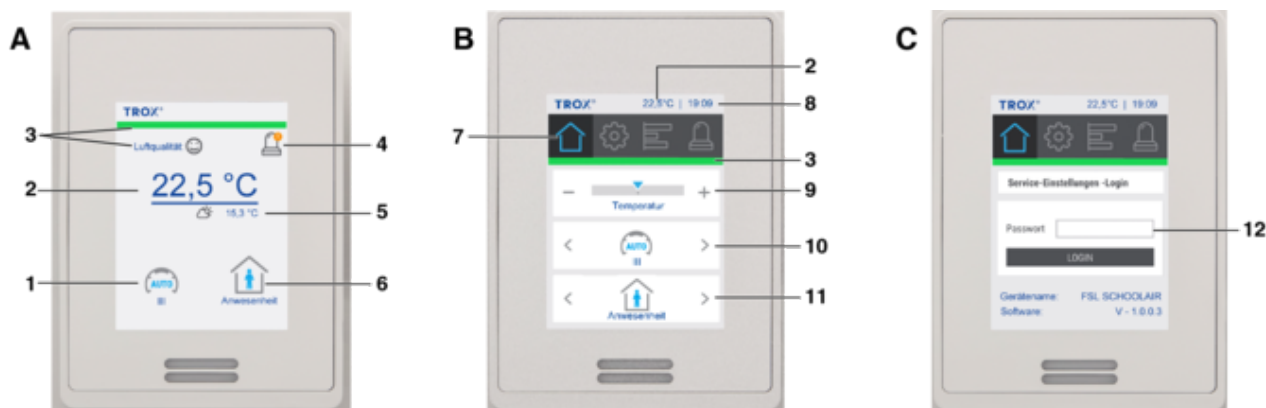

Abb. 62: Digitales Raumbediengerät
<p>Einstellungen</p> <p>Anzeige Geräte-Name (konfigurierbar über Einstellungen) und aktuelle Softwareversion. Passwortgeschützter Bereich zum Zurücksetzen der Filterwechselanzeige und Aktivierung der Ferienschaltung (Betriebsmodus = Aus).</p> <p>Der Zugriff auf die Einstellungen kann mit einem Passwort (optional) gesperrt sein, (Abb. 62/C).</p> <p>Zur Passworteingabe das Feld „Passwort“(12) anwählen. Mit der eingeblendeten Ziffern-Tastatur das festgelegte Passwort eingeben und mit [Enter] (links unten) bestätigen. Danach [Login] anwählen.</p>